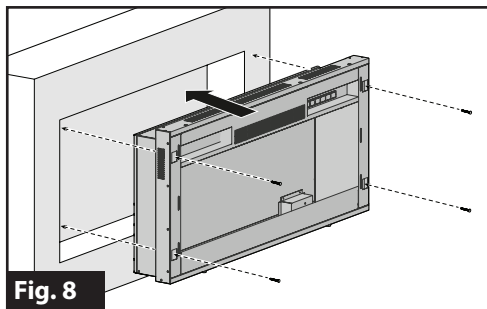

Fig. 8
12. Installez le foyer dans la zone découpée et fixez-le avec les 4 vis de montage fournies. (Fig. 8)